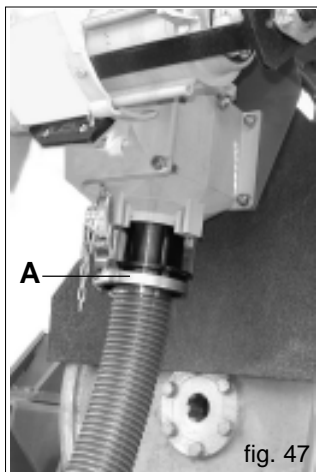

fig. 47
- b) Retirer le coude placé sous le canal de l'injecteur, raccorder à la même place le tube de récolte fourni en dotation (A Fig. 47) et à l'autre extrémité du tube, placer un bac de récolte. Puis, tourner la roue de transmission dans le sens de la marche à l'aide de la manivelle.